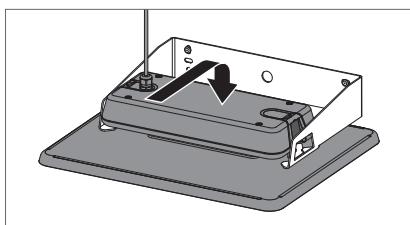

Fig. 5: Accrocher le luminaire à la fixation murale.
- ▶ Accrochez le luminaire à la fixation murale, voir Fig. 5.